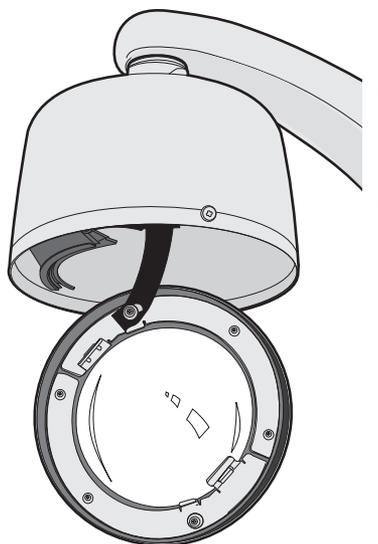

Figura 15. Conexión del cabo al domo inferior colgante
1. Conecte el cabo de la caja posterior al domo inferior (consulte la Figura 15).
1. Conecte el cabo de la caja posterior al domo inferior (consulte la Figura 15 en la página 23).